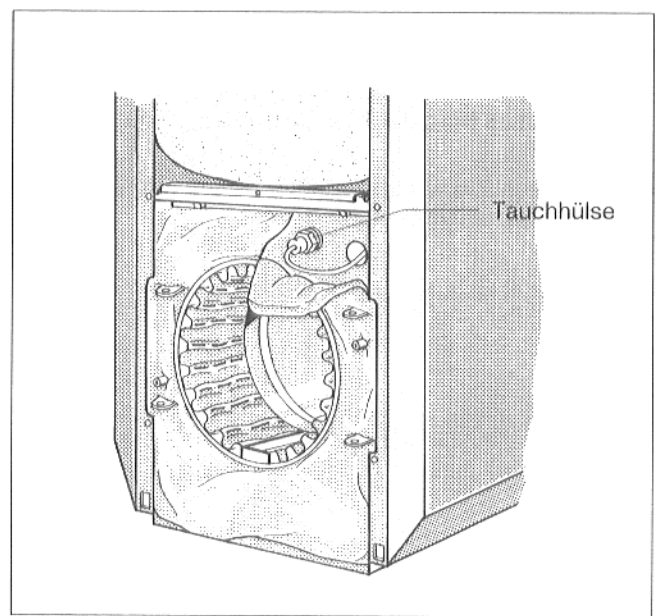

Abb. 20
- Rechte Ecke der Vorderwandwärmeschutzmatte abklappen (Abb. 20).